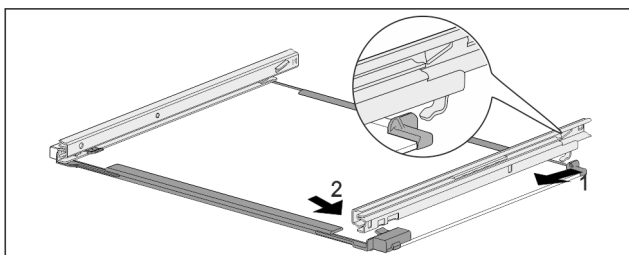

Fig. 191 Скляна пластина з рейками
- ▶ Зачепити рейку ззаду. Fig. 191 (1)
- ▶ Зафіксуйте рейку спереду. Fig. 191 (2)